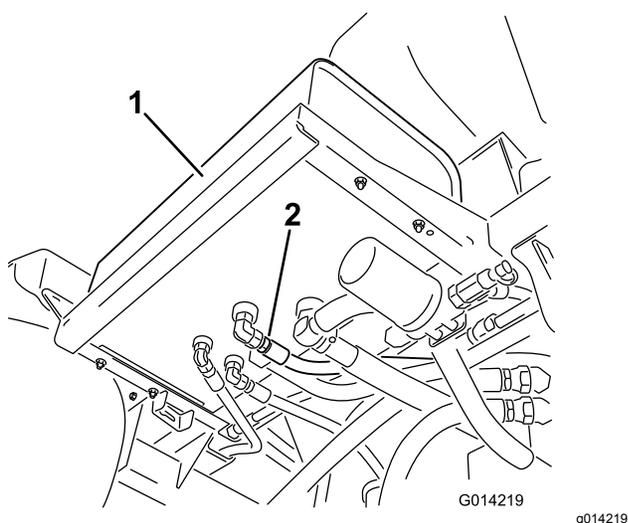

Figura 98
2. Limpe a área em redor da união do tubo hidráulico na parte inferior do depósito de óleo hidráulico (Figura 98).
4. Retire a união da tubagem do depósito, permitindo o escoamento do fluido para o recipiente (Figura 98).